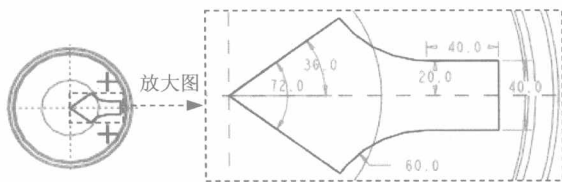

图 2.2.8 截面草图
② 设置草绘平面与参照平面。选取 DTM1 基准平面为草绘平面，选取 FRONT 基准平面为参照平面，方向为 **右**，单击对话框中的 **草绘** 按钮。
(3) 进入截面草绘环境，绘制如图 2.2.8 所示的截面草图，绘制完成后单击“草绘完成”按钮 。